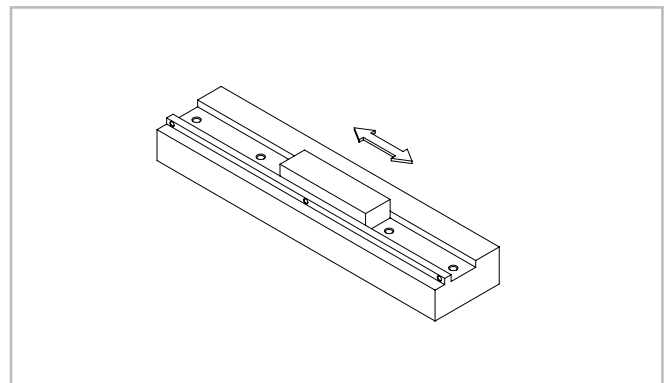

Abb. 39
(1) Die Montagefläche mit einem Ölstein abziehen, sowie Grate, Unebenheiten und Schmutz entfernen (s. Abb. 39).